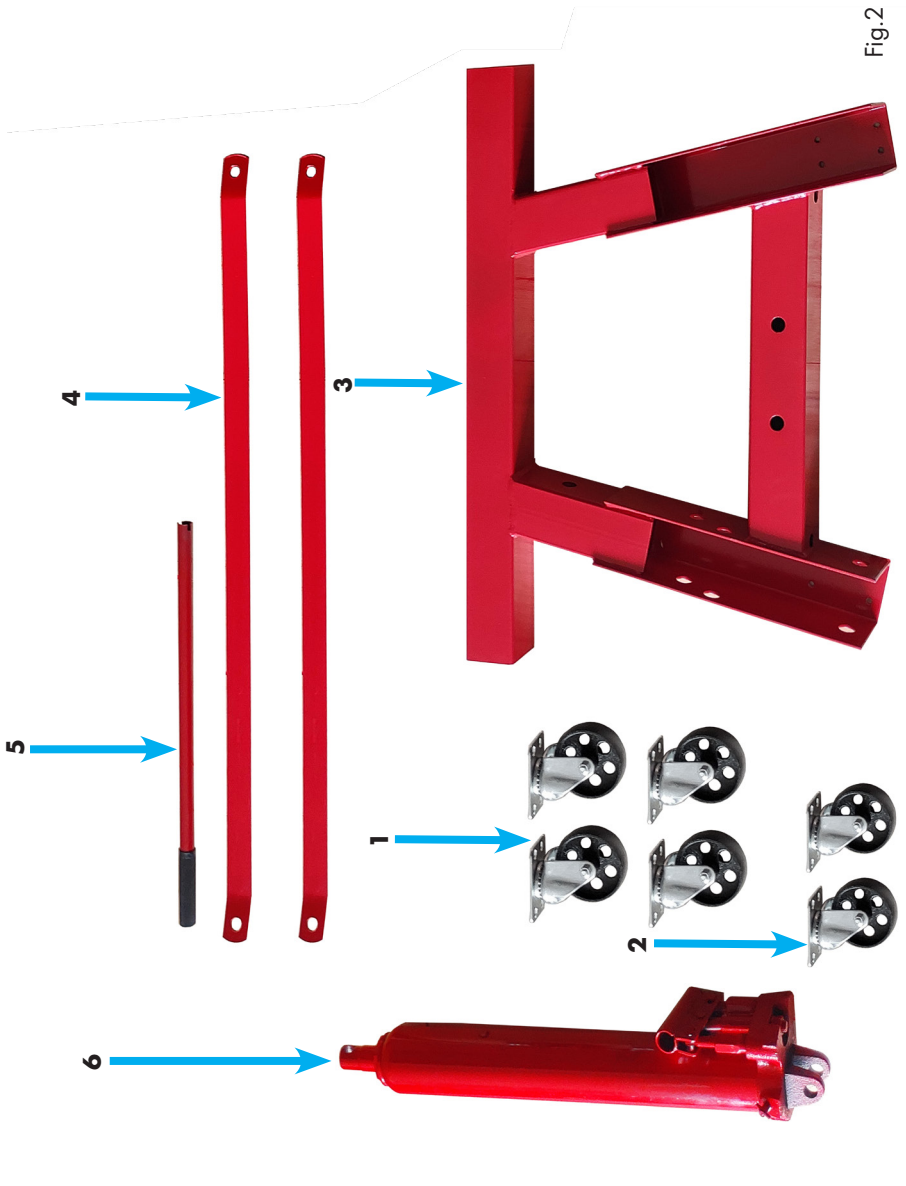

Fig.2
- La siguiente página de la Fig. 2 muestra todos los componentes para montar el equipo. En la página 17 encontrará la leyenda correspondiente.